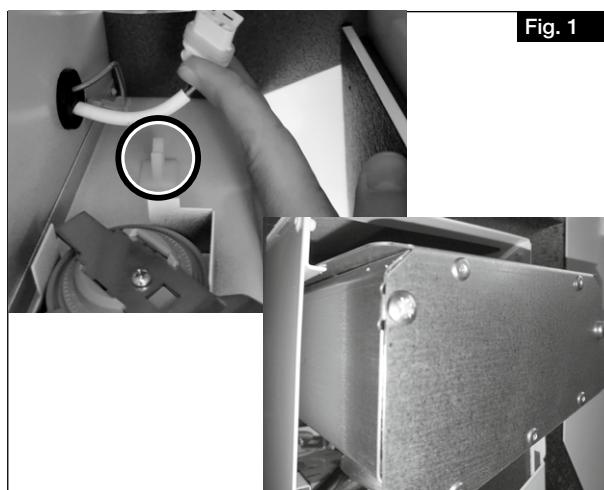

Fig. 1
1. Retirer la fiche de raccordement du préchauffage du clip vers le haut (voir Fig. 1).
2. Insérer le préchauffage électrique dans la fente de guidage et poussez-le dans le compartiment (voir Fig. 1).
- ④ Veiller à ce que le câble de raccordement du préchauffage électrique soit orienté vers le centre de l'appareil et non vers l'extérieur de la centrale.
3. Insérer le préchauffage électrique dans le rail de guidage (voir Fig. 1).
- ① **Veiller à ce que le câble de raccordement du préchauffage électrique soit orienté vers le centre de l'appareil et non vers l'extérieur de la centrale.**